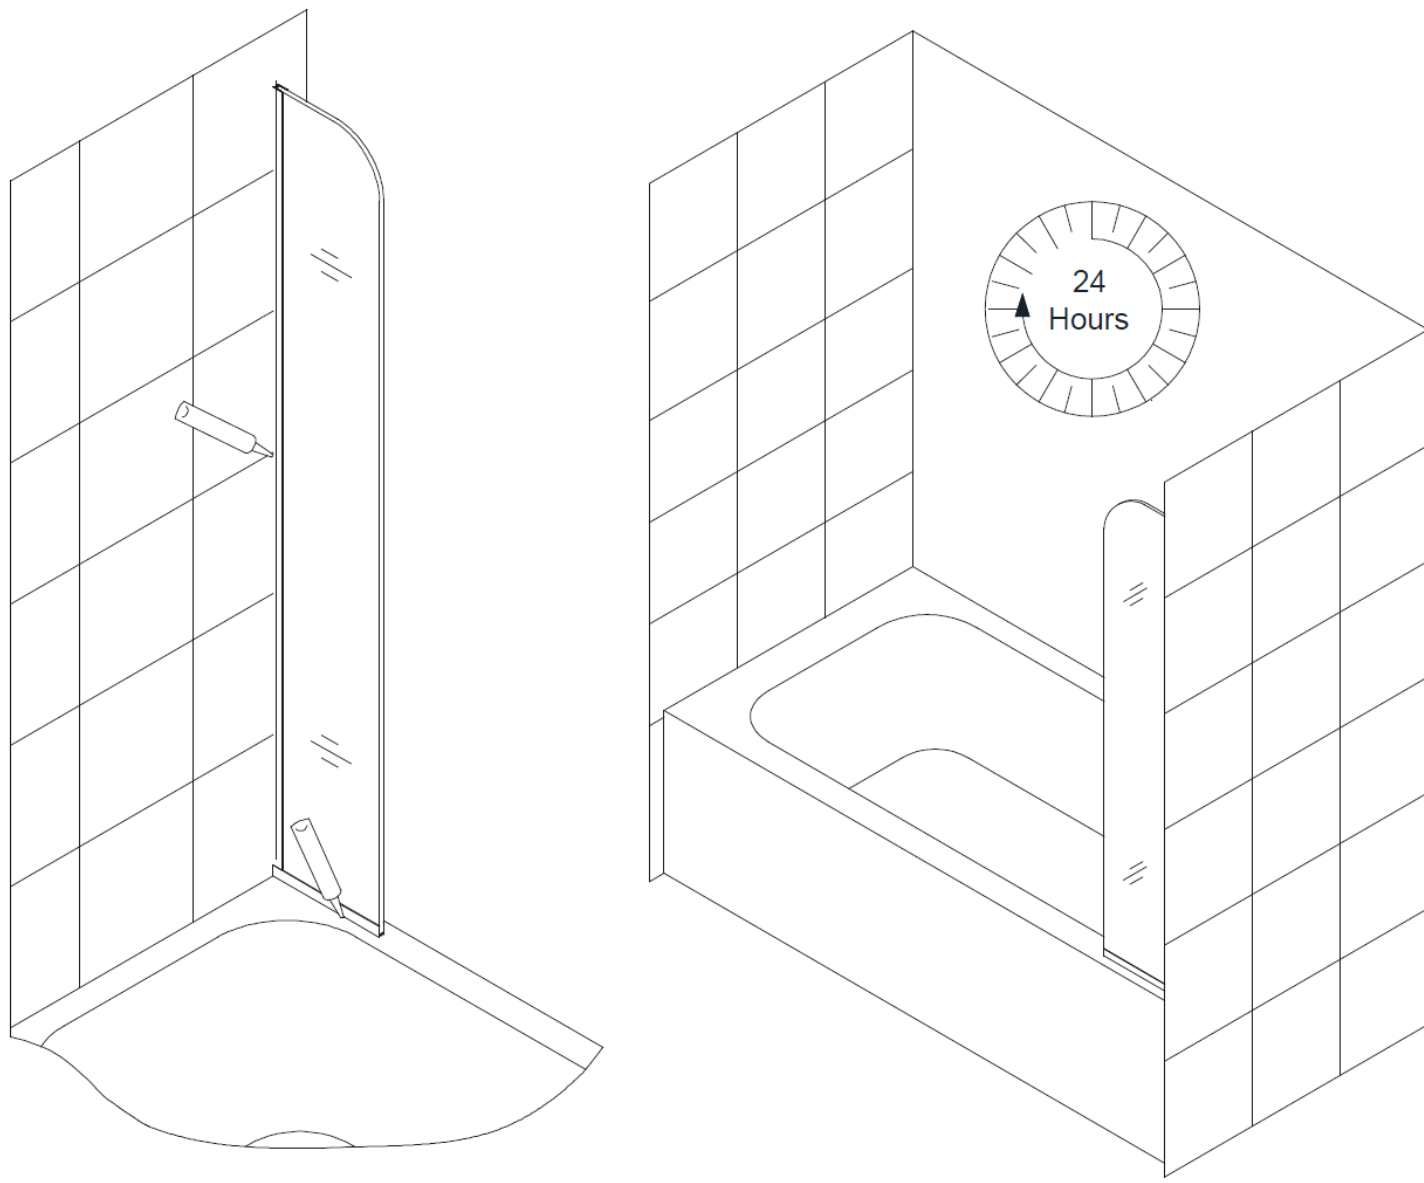

**Fig. 6**
**REMARQUE :** Si vous avez du mal à faire glisser le **panneau d'extension vitré (N° 03)** dans les profilés en U, vous pouvez utiliser un petit bloc de bois et un maillet en caoutchouc pour taper légèrement sur l'extension vitrée jusqu'à ce que la vitre soit bien en place dans le profilé en U. Appliquez un peu de silicone aux deux extrémités apparentes des profilés en U. (**Fig. 6**)